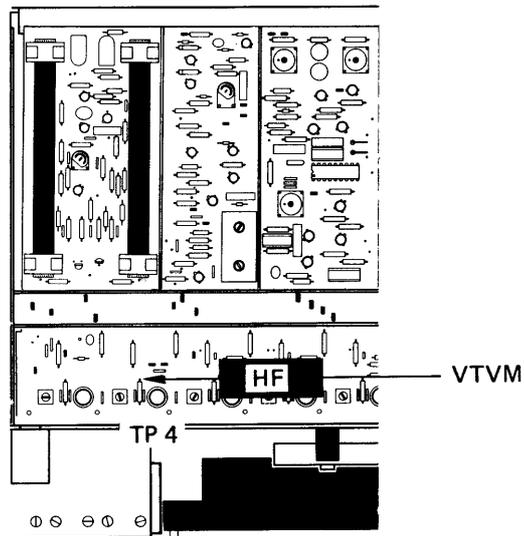

Bild 4.6.-1
4.6.6. HF-Tastkopf des VTVM an Testpunkt 4 anschließen (siehe Bild 4.6.-1).